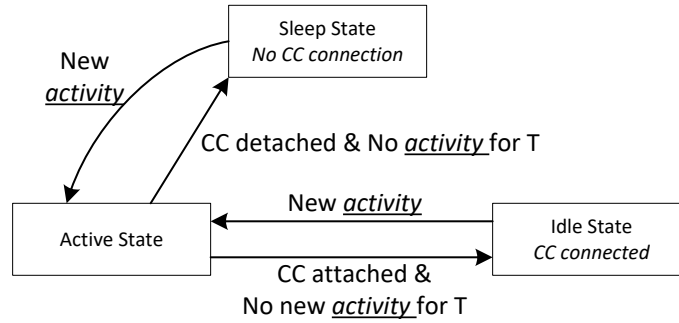

图 7-28. 电源状态的流程图
TPS25752A 可在三种不同的电源状态之一下运行：工作、空闲或睡眠。现代待机模式是空闲模式的一个特殊情况。节 5.7 中总结了每个状态下可用的功能。该器件会根据处于运行状态和需要的电路在三种电源状态之间自动转换。请参阅图 7-28。在睡眠状态下，TPS25752A 会检测 Type-C 连接。在工作模式与空闲模式之间转换需要一段时间 (T)，而不执行以下任何活动：